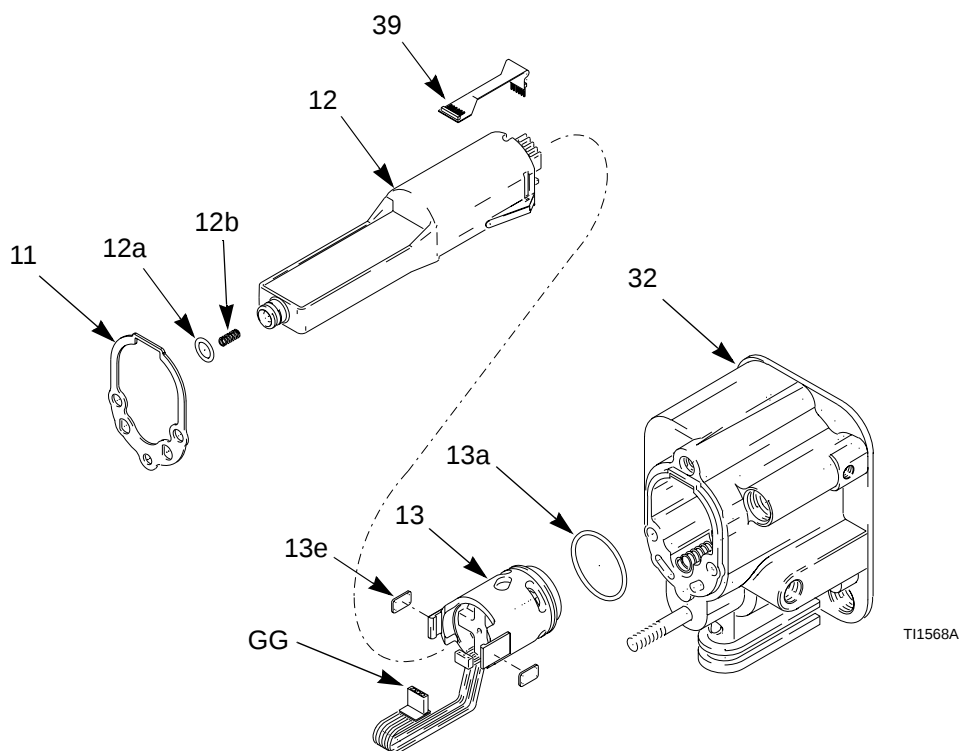

Fig. 31. Kraftmatningen
3. Håll fast kraftaggregatet (12) med handen. Frigör kraftaggregatet/omformaren från pistolhuset (32) genom att vicka enheten försiktigt från sida till sida med handen och dra sedan ut den rakt. Koppla bort den böjliga kretsen (39) från uttaget längst upp på huset (32). Se Fig. 31.
4. Lossa 3-ledarkontakten (GG) från kraftaggregatet. Dra generatormotorn uppåt och bort från kraftaggregatet. Titta om kraftaggregat och generator har skador. Lossa den böjliga 6-ledarkretsen (39) från kraftaggregatet.